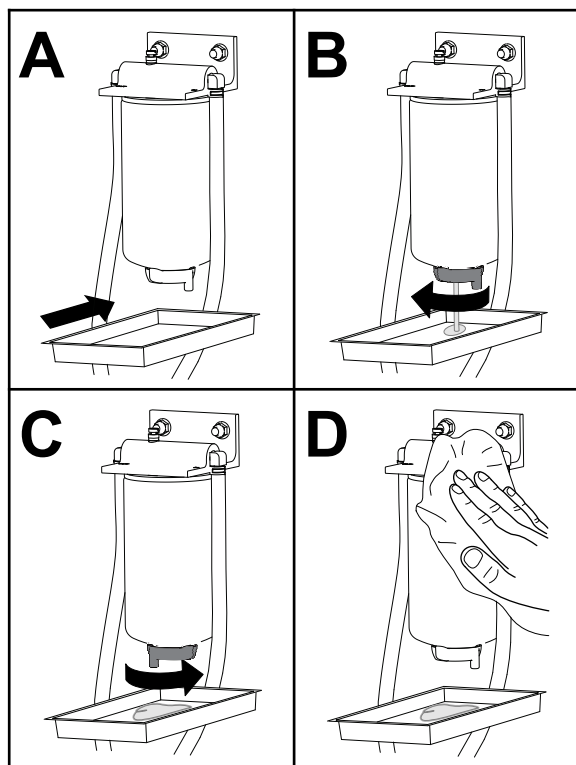

Figura 53
1. Spurgate l'acqua dal separatore carburante/acqua come illustrato nella Figura 53.
1. Sostituite il separatore acqua/carburante come mostrato nella Figura 53.